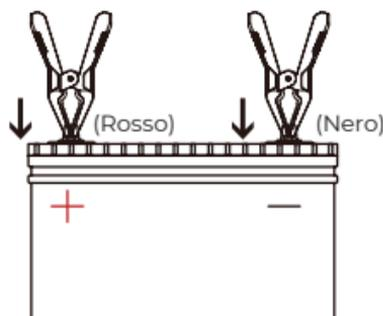

Figura 4.1.6
**Collegare i morsetti ai terminali della batteria (vedi figura 4.1.6)**